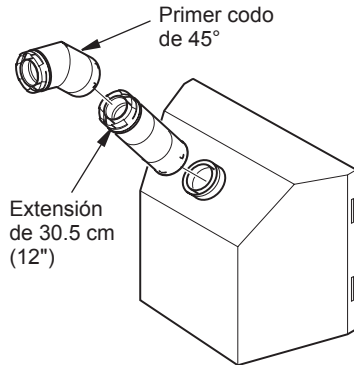

Figura 25 - Extensión recomendada de 30.5 cm (12") para instalación en altitudes elevadas
**IMPORTANTE:** para instalaciones horizontales en altitudes superiores a 609.6 m (2,000 pies), se recomienda agregar una extensión de tubo de 30.5 cm (12") antes del primer codo (consulte la figura 25), así como una terminación horizontal redonda.